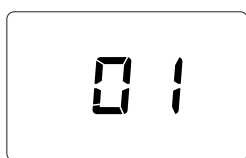

fig. 5- Encendido / Versión del software
- En los cinco primeros segundos, la pantalla muestra la versión del software de la tarjeta (fig. 5).